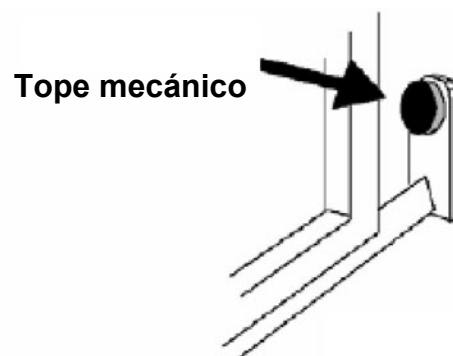
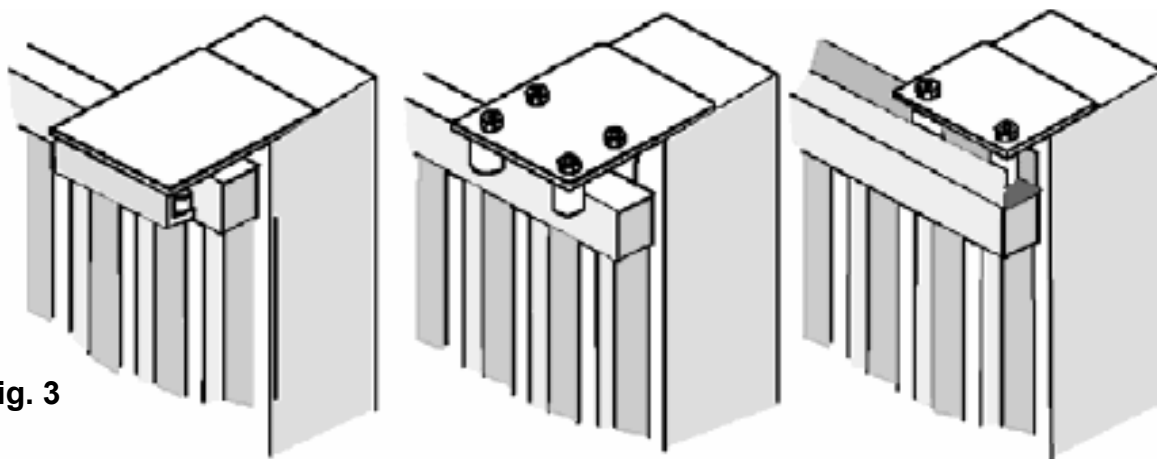

Fig. 2
Fig. 3
- Antes de proceder al montaje del automatismo controlar el buen funcionamiento de la cancela. Asimismo es conveniente verificar que la guía de desplazamiento a tierra ( **Fig. 1** ) no presente malformaciones, que se encuentre perfectamente nivelada y que el tope mecánico en apertura esté presente ( **Fig. 2** ), para evitar que la cancela salga de las guías superiores ( **Fig. 3** ).
- Verificar que la guía de desplazamiento superior ( **Fig. 3** ) esté fijada firmemente y que la cancela se desplace libremente.
Posicionar el motorreductor y fijarlo con los pernos suministrados. **A** (**Fig.2**).
Fijar firmemente la cremallera en la cancela, dejando una distancia de 2 a 3 mm. desde el piñón del motor (**Fig.3**).